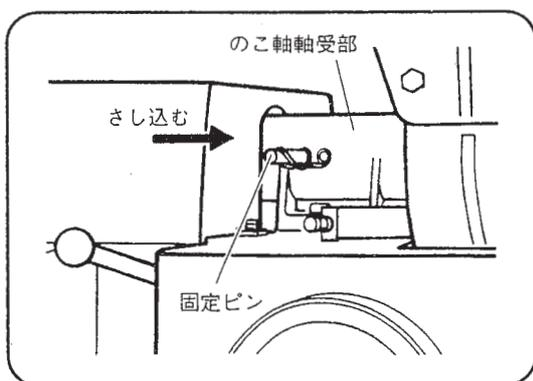

図 47
- (2) 固定ピンをのこ軸受部にさし込んでのこ軸を固定します。（図 47）